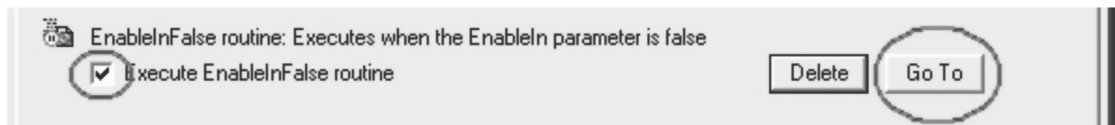

图 18-15 Go To 按钮
4. 现在，在 AOI 定义扫描模式选项卡中，将看到“执行 EnableInFalse 例程”（Execute EnableInFalse routine）复选框已被选中，而“转到”（Go To）按钮不再灰显，如图 18-15 所示。